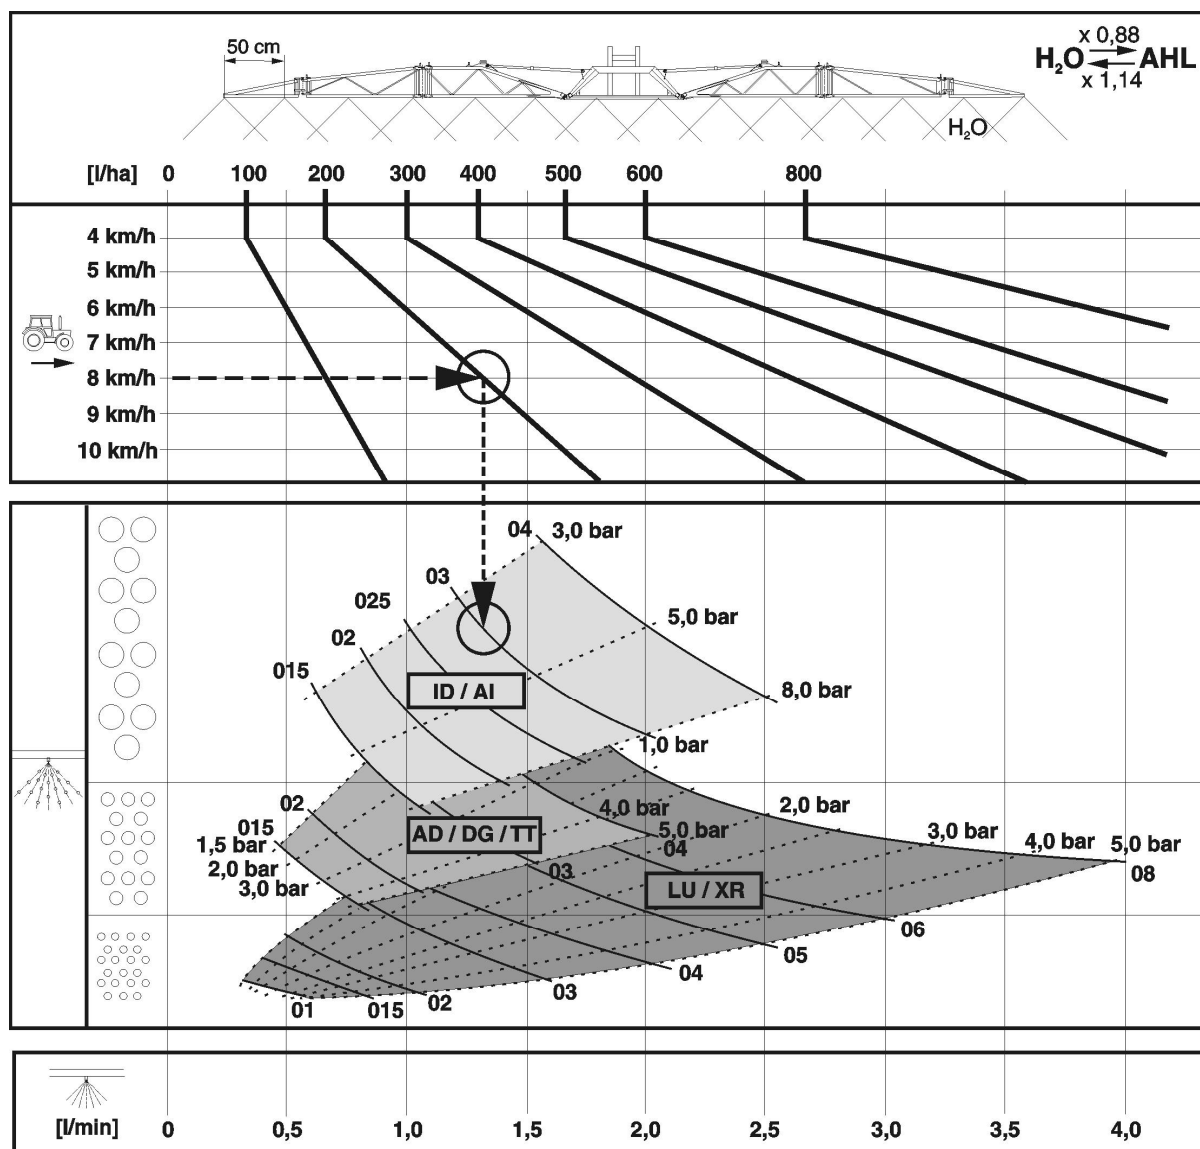

Fig. 168
- A Fig. 168 serve para a seleção do tipo de bico adequado. O tipo de bico é determinado pela